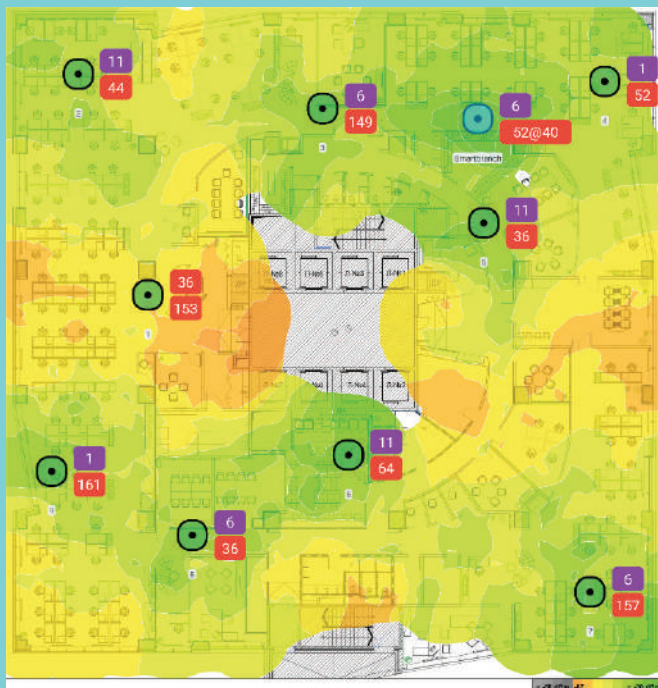

Рисунок 1. Пример «тепловой карты».
- Внутри предполагаемой зоны покрытия сети устанавливается тестовая точка доступа. С помощью специального оборудования измеряется уровень сигнала в разных точках вокруг нее. На основании измерений строятся «тепловые карты», которые наглядно демонстрируют распределение уровня сигнала на всей площади (Рисунок 1).